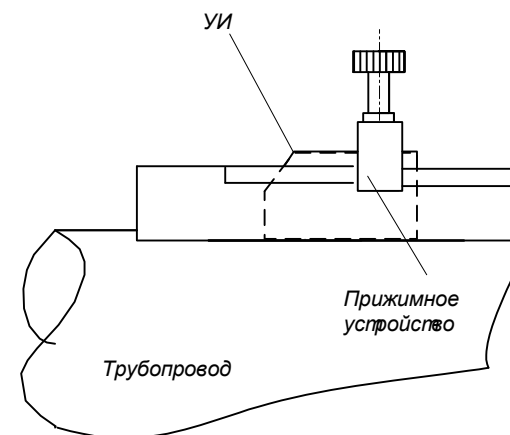

рис. 1
11.2.1. На рабочую поверхность излучателя "+V" нанести слой смазки толщиной (0,5 - 1,5) мм и вставить излучатель в установочный профиль (стрелка на излучателе должна совпадать с направлением движения потока жидкости), плотно прижать рукой к предварительно зачищенной поверхности трубопровода и немного подвигать вперед-назад, чтобы раздавить слой смазки. Затем излучатель прижать к поверхности трубопровода прижимным устройством (см. рис. 1) так, чтобы верхний скос крышки излучателя был напротив риски установки датчиков (п.10.3.4)